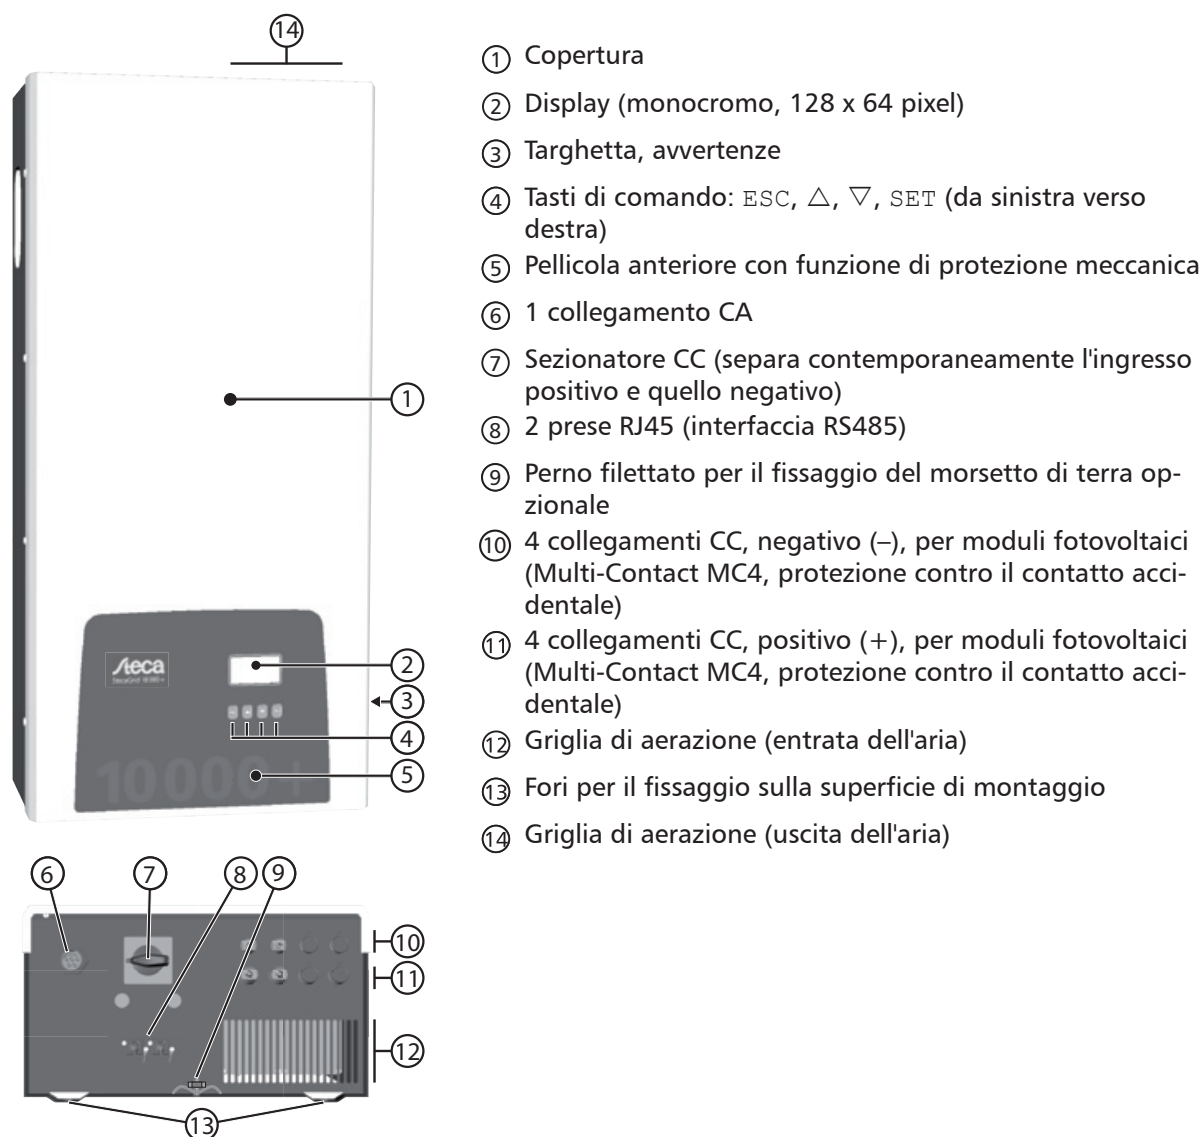

Fig. 5: Componenti sul lato frontale e inferiore dell'involucro
La posizione esatta della targhetta sull'apparecchio è indicata in Fig. 5, p. 7.
I tasti di comando (④ nella Fig. 5) hanno le seguenti funzioni:
Per la rappresentazione sul display (② nella Fig. 5) si consideri: